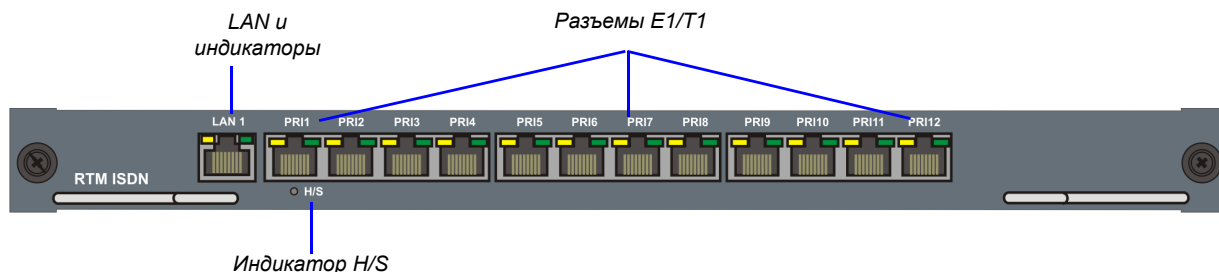

Рисунок 1-3 Компоновка задней панели RTM ISDN RMX 2000
- В любой из 12 разъемов можно подключить 7 линий E1 или 9 линий T1 PRI, как показано на Рис. 1-3